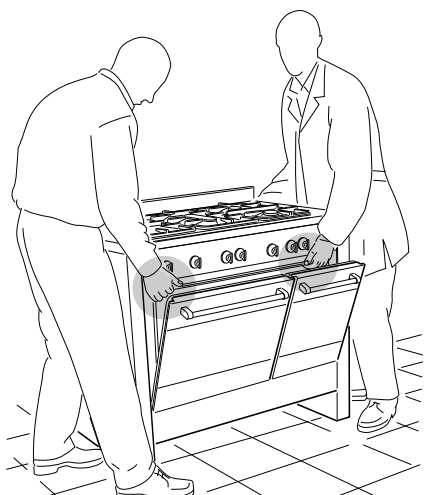

Fig. 8.4
La operación de enderezamiento de la placa debe ser efectuada por dos personas para prevenir dañar las patas ajustables (fig. 8.4).
**NO ARRASTRE** la placa cuando la lleva a su posición final (fig. 8.6). Levante bien las patas del piso (fig. 8.4).